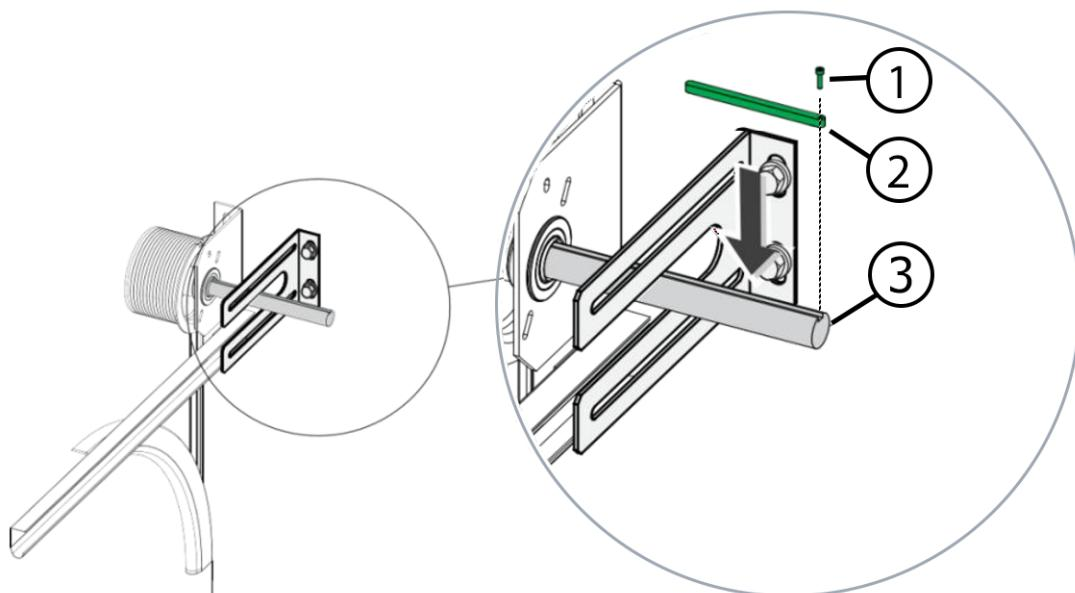

Abb. 2
9. Stellen Sie die Antriebswelle des Torantriebs so ein, dass sie mit der Position der Verdreh sicherung übereinstimmt (Passfeder, Position 8 in Abb. 2). Drehen Sie dazu das Getriebe über den Notbetrieb.
11. Schieben Sie den Torantrieb auf die Antriebswelle des Tores (1).